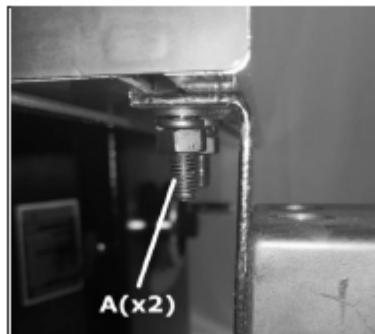

Рис. 22
1. Вставить четыре болта M8 x 20 (рис. 22, А) в нижний паз передней направляющей.